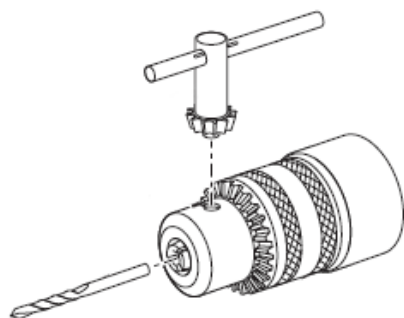

FIGURA 8.1
2. Encaje la base del accesorio al mandril y con la ayuda de la llave mandril apriete igualmente las tres posiciones de fijación (figura 8.1);